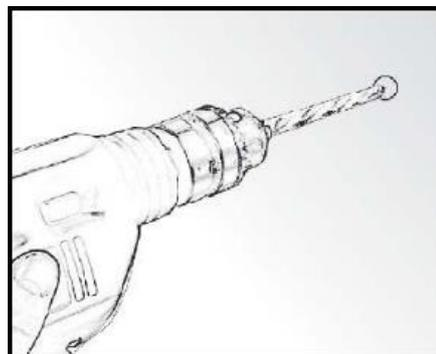

Abb. 2
- 2) Bohren Sie vier Löcher in die Wand. (Abb. 2)